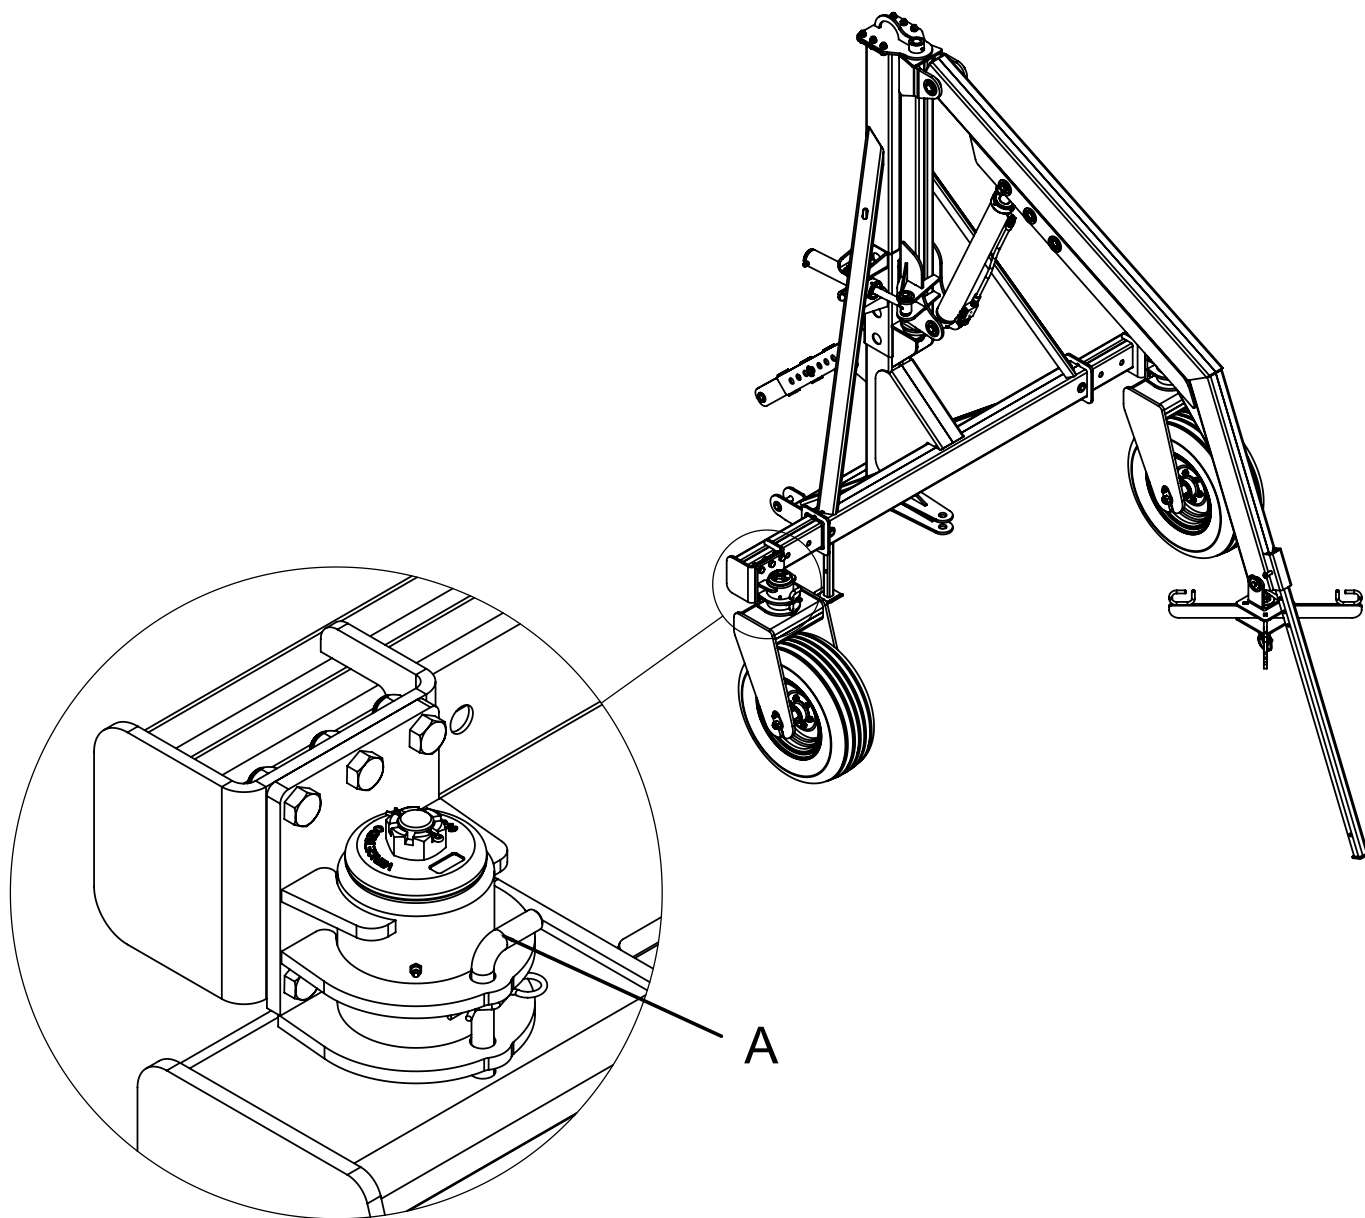

fig. 04
Os guinchos *GHAR 2000* possuem pinos travas (A) (fig. 04) em seus rodados, possibilitando assim melhor estabilidade no transporte dos mesmos acoplados no trator.